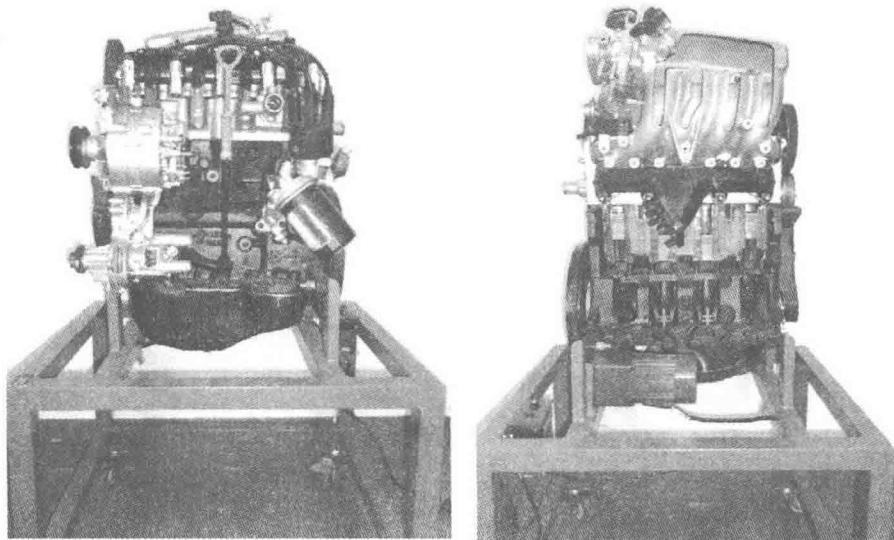

图 1-6 经局部解剖的发动机
(2) 观察经局部解剖由电动机驱动的发动机(图1-6)运行情况，认知发动机工作原理
- ① 连接220V交流电源，接通电源开关(此时发动机开始运转)。
- ② 转动转速调节旋纽，将发动机转速调至便于观察为止。
- ③ 观察曲柄连杆机构的运动情况。